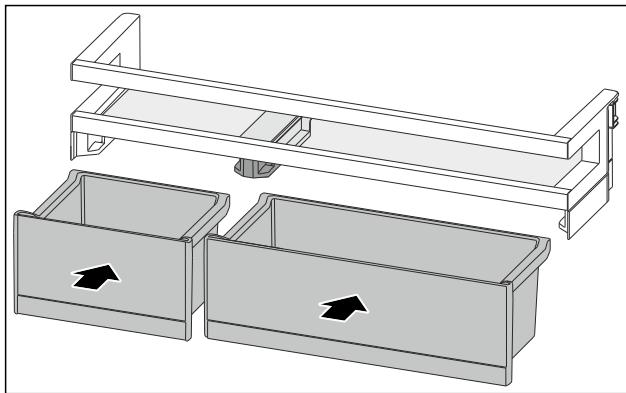

Fig. 117
- ▶ Vložte zásuvky VarioBox v zamenenom usporiadani. (pozri Fig. 117)